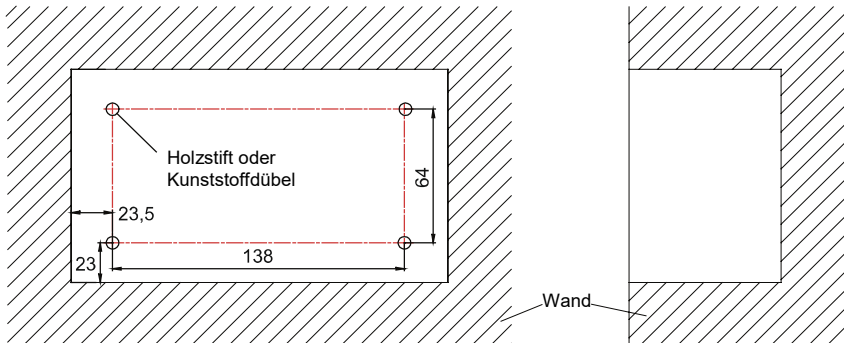

Abb. 3-10: Position von Holzstiften oder Kunststoffdübeln
- 1) Soll der Zentralcontroller in der Wand installiert werden, bilden Sie eine Vertiefung von $180 \times 107 \times 62$ mm, und installieren Sie 4 entsprechend große Holzstifte oder Kunststoffdübel gemäß Abb. 3-10 darin.